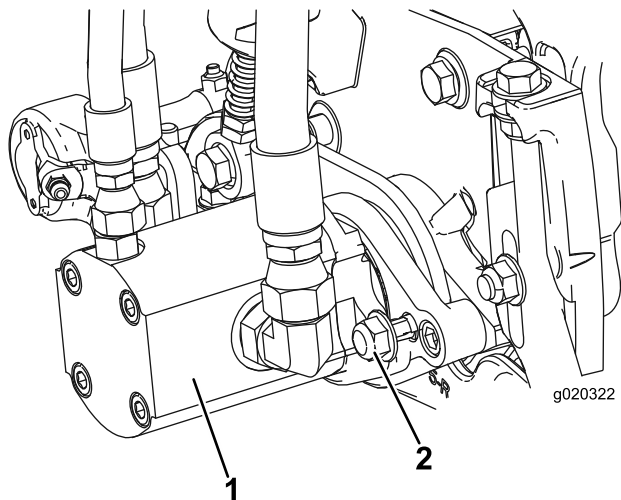

Figura 10
- Montate il motore ruotandolo in senso orario in modo che le flange del motore non tocchino i dadi di bloccaggio (Figura 10). Fate girare il motore in senso antiorario fin quando le flange non circondano i dadi, quindi serrate i dadi stessi.